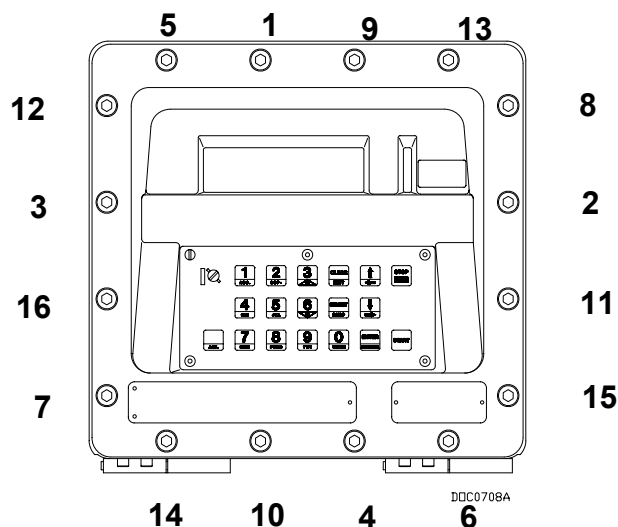

Рис. 3-3. Очередность затягивания болтов
- Болт в поз. 9 (см. *рис. 3-3*) устанавливается на предприятии-изготовителе. Поз. 12 и 8 предназначены для длинных болтов с высверленными отверстиями (для пломбировочной проволоки печати "Взвешивания и измерения").
2. Вставьте болт на поз. 1 (см. *рис. 3-3*) и затяните его рукой (до появления сопротивления).
3. Вставьте болт на поз. 2 (см. *рис. 3-3*) и затяните его рукой (до появления сопротивления).
**Внимание!** Болты следует затягивать в очередности, указанной цифрами на *рис. 3-3*. Это необходимо для исключения деформации крышки и вероятности нарушения целостности уплотнения между крышкой и корпусом. Необходимо вернуть все болты.